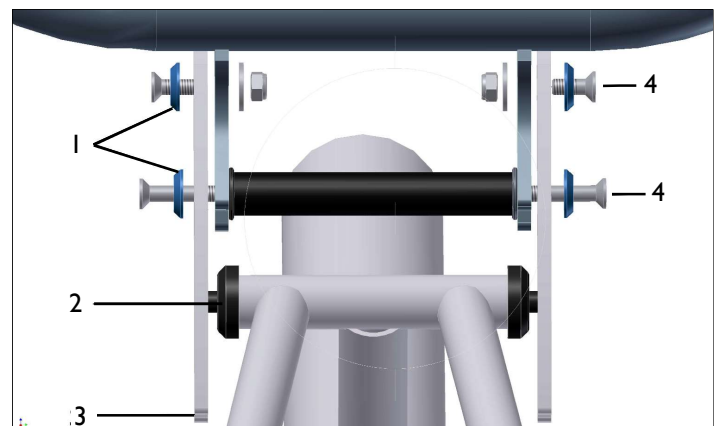

Abb. 3: Montage des Sitzwinkeladapters.
2. Lösen Sie die Befestigungsschrauben (Abb. 3 Nr. 4) des vormontierten Sitzwinkeladapters so weit, dass Sie den Sitzwinkeladapter auf die obere Aufnahme (bei Gekko-Modellen gibt es nur eine Aufnahme) der Sitzlehne schieben können. Beachten Sie die Positionierung der Unterleg- und Rosettenscheiben (Abb. 3 Nr. 1). Ziehen Sie die 4 Befestigungsschrauben an der Aufnahme am Sitz leicht fest. Positionieren Sie den Sitzwinkeladapter so, dass die Führungsschlitze (Abb. 3 Nr. 2) gut auf die Distanzbuchsen (Abb. 3 Nr. 2) passen, die Sie am Sitzbefestigungsrohr angebracht haben. Ziehen Sie dann die Schrauben mit 7–9 Nm fest.